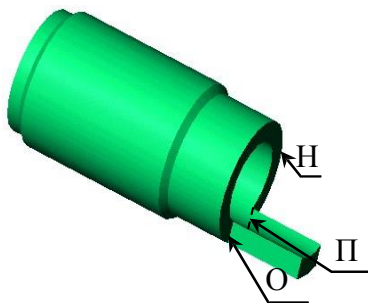

Рис. 2.14. Элемент «Выступ»
13. Используя инструмент  панели «Элементы», создать вытяжку на расстояние 16 мм (рис. 2.14).